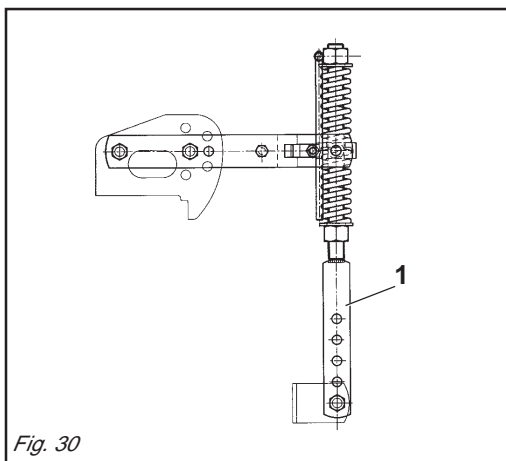

Fig. 30
- 2- Il martinetto a molla (1 Fig. 30) oltre a sostenere la lamiera livellatrice ed ammortizzarla nel trasporto su strada, serve a evitare il ribaltamento della macchina durante il parcheggio.
- 2- *Besides supporting the levelling plate and acting as a shock absorber for it during road transport, the spring ram (1 Fig. 30) prevents the machine from overturning when parking.*
- 2- Die Federwinde (1 Abb. 30) trägt nicht nur das Planierschild und dient beim Straßentransport zur Dämpfung von Stößen, sondern sie soll auch verhindern, daß die Maschine während des Parkens umkippt.
- 2- *Le vérin à ressort (1 Fig. 30) sert de soutien à la tôle de nivellement et de suspension pendant le transport sur route, pour éviter le basculement du machine lors du stationnement.*
- 2- El gato de resorte (1 Fig. 30), además de sostener la chapa de nivelación y protegerla durante el transporte en carretera, sirve para evitar el vuelco de la máquina durante el estacionamiento.